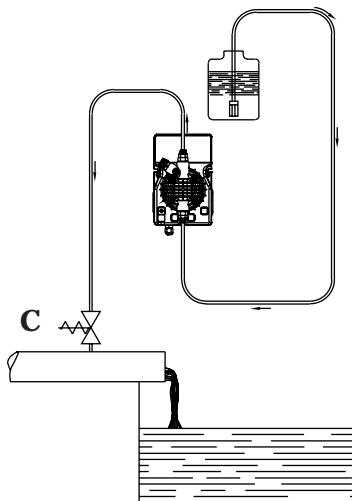

Fig. 6
c.- Coloque la bomba como se muestra en la figura 5, teniendo presente que se puede fijar tanto debajo como por encima del nivel del líquido a dosificar, a una distancia máxima de 2 metros. El dispositivo de inyección se debe colocar siempre más arriba que el líquido a inyectar. Cuando la bomba trabaja a presión atmosférica (aditamento con descarga libre) y el depósito del aditivo está colocado más arriba del dispositivo de inyección (Fig. 6), controle periódicamente el funcionamiento de la válvula de inyección, ya que un uso excesivo podría hacer que cayera aditivo y entrara en la bomba (aunque el aparato esté apagado). Si esto sucediera, inserte una **válvula de contrapresión C** debidamente tarada entre la bomba dosificadora y el dispositivo de inyección (Fig. 6). Para los líquidos que generan vapores agresivos, no instale la bomba encima del depósito a menos que éste cerrado herméticamente.